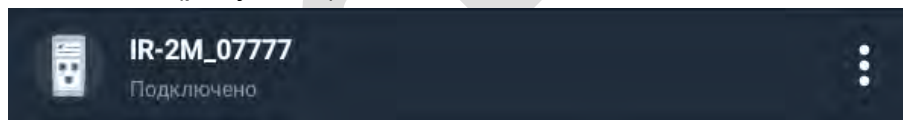

Рисунок 7 – Заголовок окна
1. **Заголовок окна.** Содержит информацию о названии прибора, состоянии подключения, меню (рисунок 7)